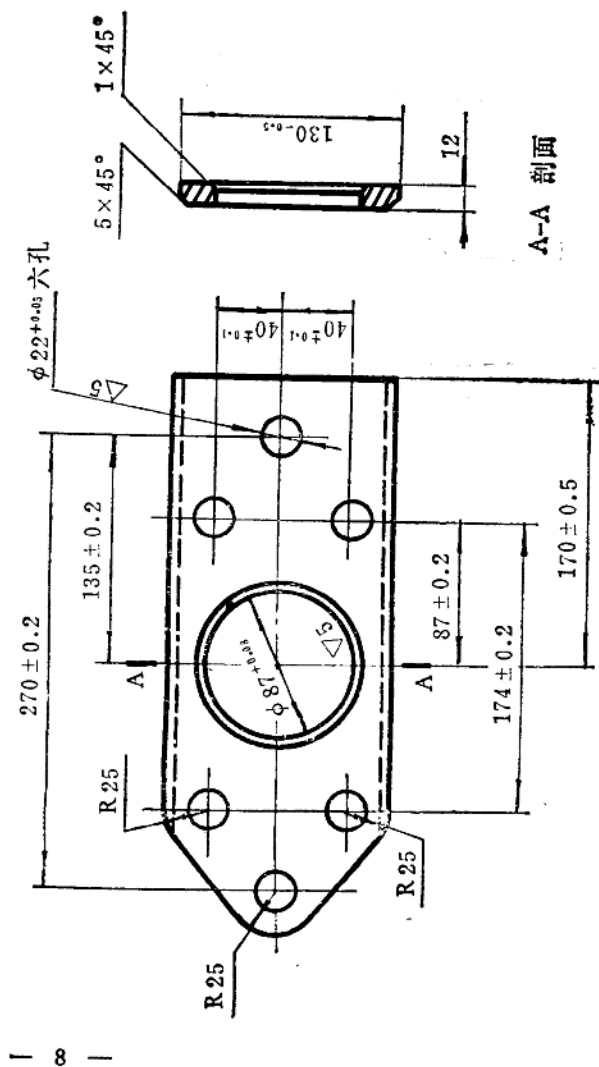

图1 外加固板
4. 按图 1 及图 2 所示，制作加固板，加固板材料可选用 5[#] 钢板，厚度为 12~14 毫米，最薄不得低于 10 毫米。制作时应注意：左侧和右侧吊耳不同，内加固板的倒角方向也不同。